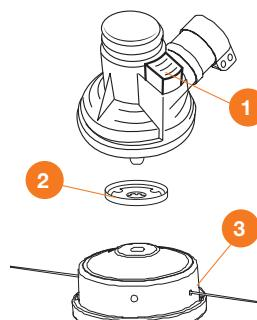

Рис. 10
- Установите верхний опорный фланец ②, нажмите на клавишу ① и заблокируйте вал шпинделья.
- Накрутите катушку с нитью ③ на вал редуктора в направлении против часовой стрелки (Рис. 10).